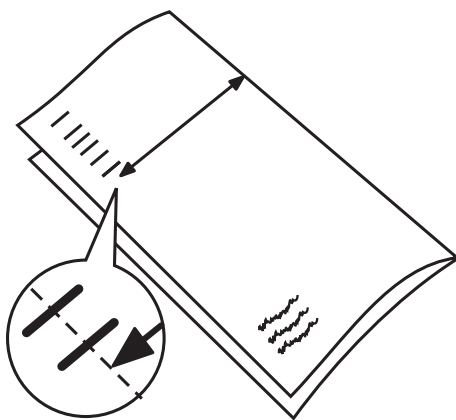

Abb. 31
- Falzen Sie das Formular der Länge nach mittig wie in Abb. 31 gezeigt.
- Messen Sie den Abstand von der Falzkante bis zur Mitte der Markierung (Abb. 31).